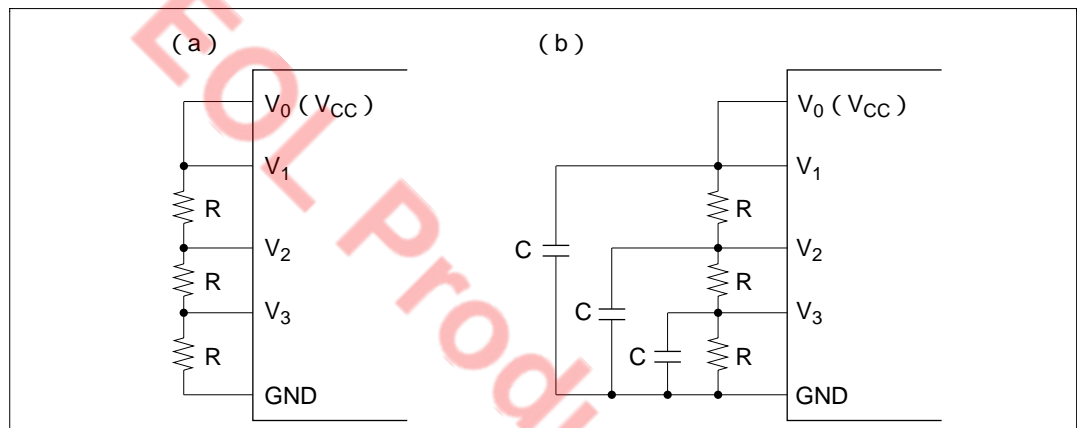

図 15.12 外付け抵抗の例
- (1) 駆動する液晶表示の容量が大きい場合、内蔵の分割抵抗に並列に外付け抵抗を設け、分割抵抗の値を下げて使用してください(図 15.12 (a) 参照)。
液晶表示はマトリクス構造をとっているため、負荷容量に流れる充放電電流の経路は複雑です。しかも点灯状態により変化しますので、液晶表示の負荷容量から単純に抵抗値を決定することはできません。抵抗値は液晶表示を組み込む機器の消費電力の要求に合わせて実験にて決める必要があります(コンデンサ  $C = 0.1 \sim 0.3 \mu F$  の付加も有効です: 図 15.12 (b) 参照)。